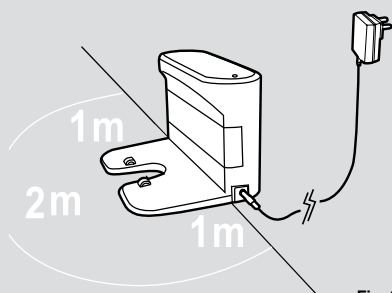

Fig. 2
Branchez l'adaptateur secteur et raccordez-le à la station de chargement. [Fig. 2]
3. Aucun objet ne doit se trouver à 2 m devant la station de chargement et à 1 m de chaque côté. [Fig. 2]